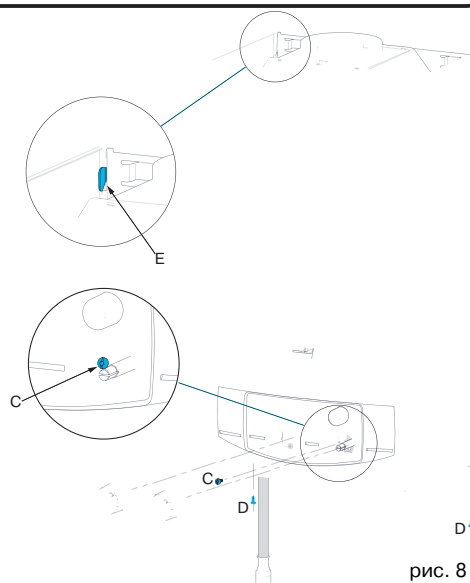

рис. 8
- Отверните винт **C** крепления декоративной панели (находится под рукояткой регулятора температуры) (рис. 8)
- Отверните 2 винта **D** крепления передней панели (рис. 8)
- Приложите переднюю панель к аппарату (рис. 8)
- Установите на место регуляторы мощности (23) и температуры (22).